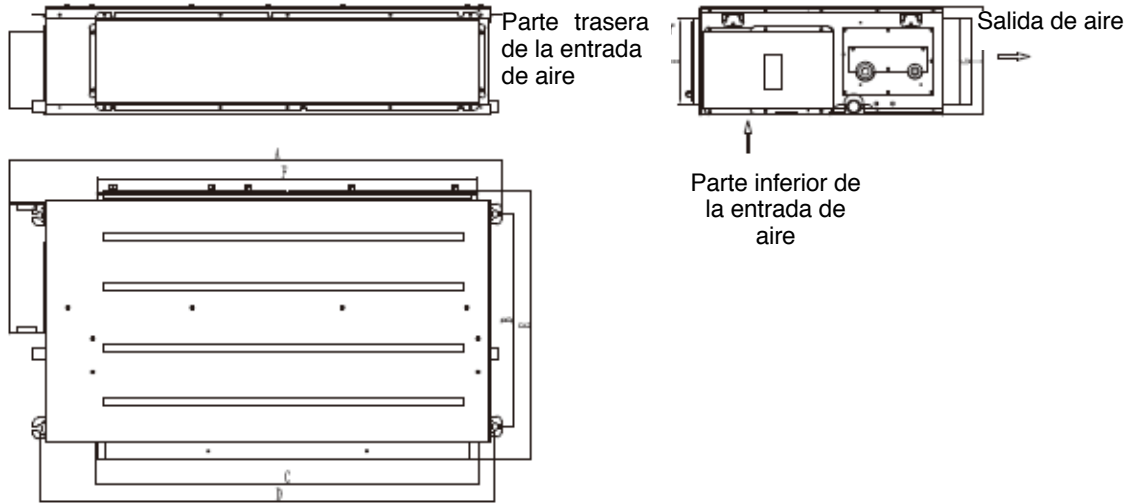
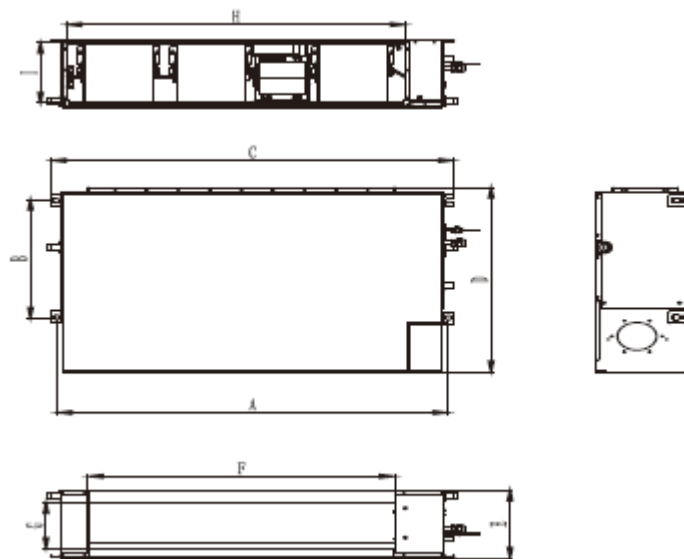
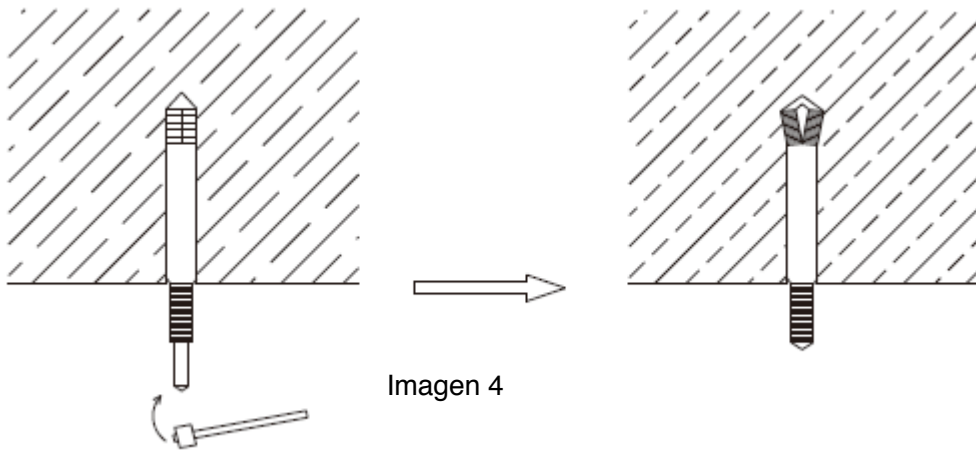

Imagen 1
Imagen 2
Imagen 4
- Tiene que haber suficiente espacio para realizar el mantenimiento y la instalación como se muestra en la Imagen 1 y la Imagen 2.
- Inserte los pernos de expansión M10 en los orificios y luego ajuste los clavos en los pernos; vea la Imagen 4. Para los intervalos de los orificios, refiérase a la Imagen 1 e Imagen 2.